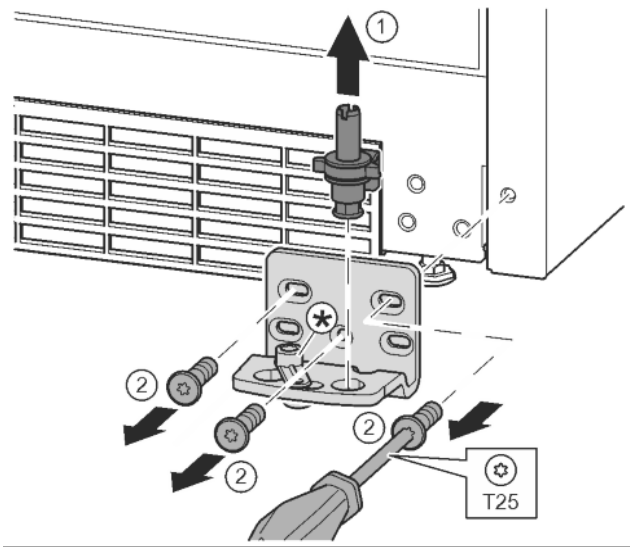

Fig. 10
- ▶ Estrarre il perno di supporto completo verso l'alto. Fig. 10 (1)
- ▶ Con il cacciavite T25 svitare le viti e asportare il blocco di supporto Fig. 10 (2)